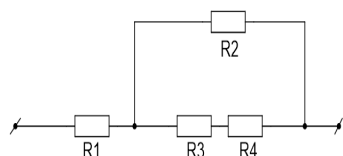

Рис. 1. Иллюстрация к задаче
3. Вычислите силу тока в резисторах 1 и 2, напряжение на резисторе 3. Сопротивление первого резистора равно 2,5 Ом, второго и третьего – по 10 Ом, четвёртого – 20 Ом. Участок цепи, который состоит из четырёх резисторов, подключён к источнику с напряжением 40 В (см. рис. 1).